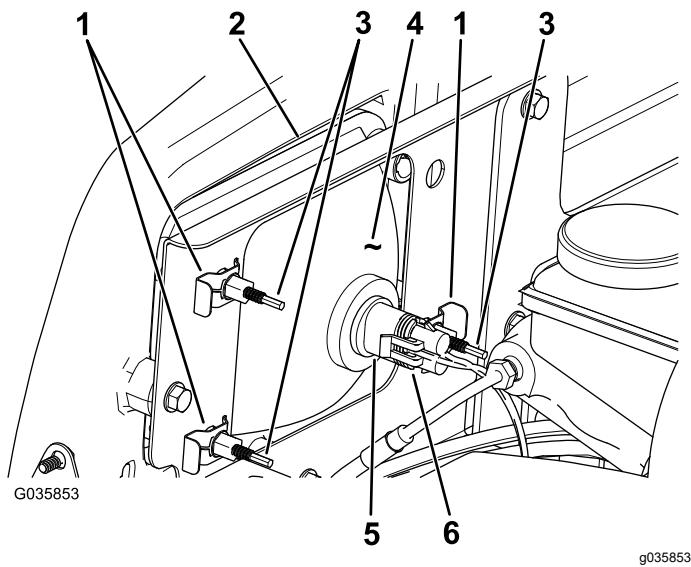

Figura 44
3. Scollegate il connettore elettrico del cablaggio dal connettore del gruppo luci (Figura 44).
4. Togliete i fermagli che tengono bloccato il fari anteriore sulla relativa staffa (Figura 44).
5. Rimuovete il gruppo fari anteriore spostandolo in avanti attraverso l'apertura nel paraurti anteriore (Figura 44).
6. Montate il nuovo fari anteriore attraverso l'apertura nel paraurti (Figura 44).
8. Collegate il connettore elettrico del cablaggio al connettore del nuovo gruppo luci (Figura 44).
2. Sul retro del gruppo fari, ruotate le viti di regolazione (Figura 44) per ruotare il gruppo fari e allineare la posizione di getto del fascio.